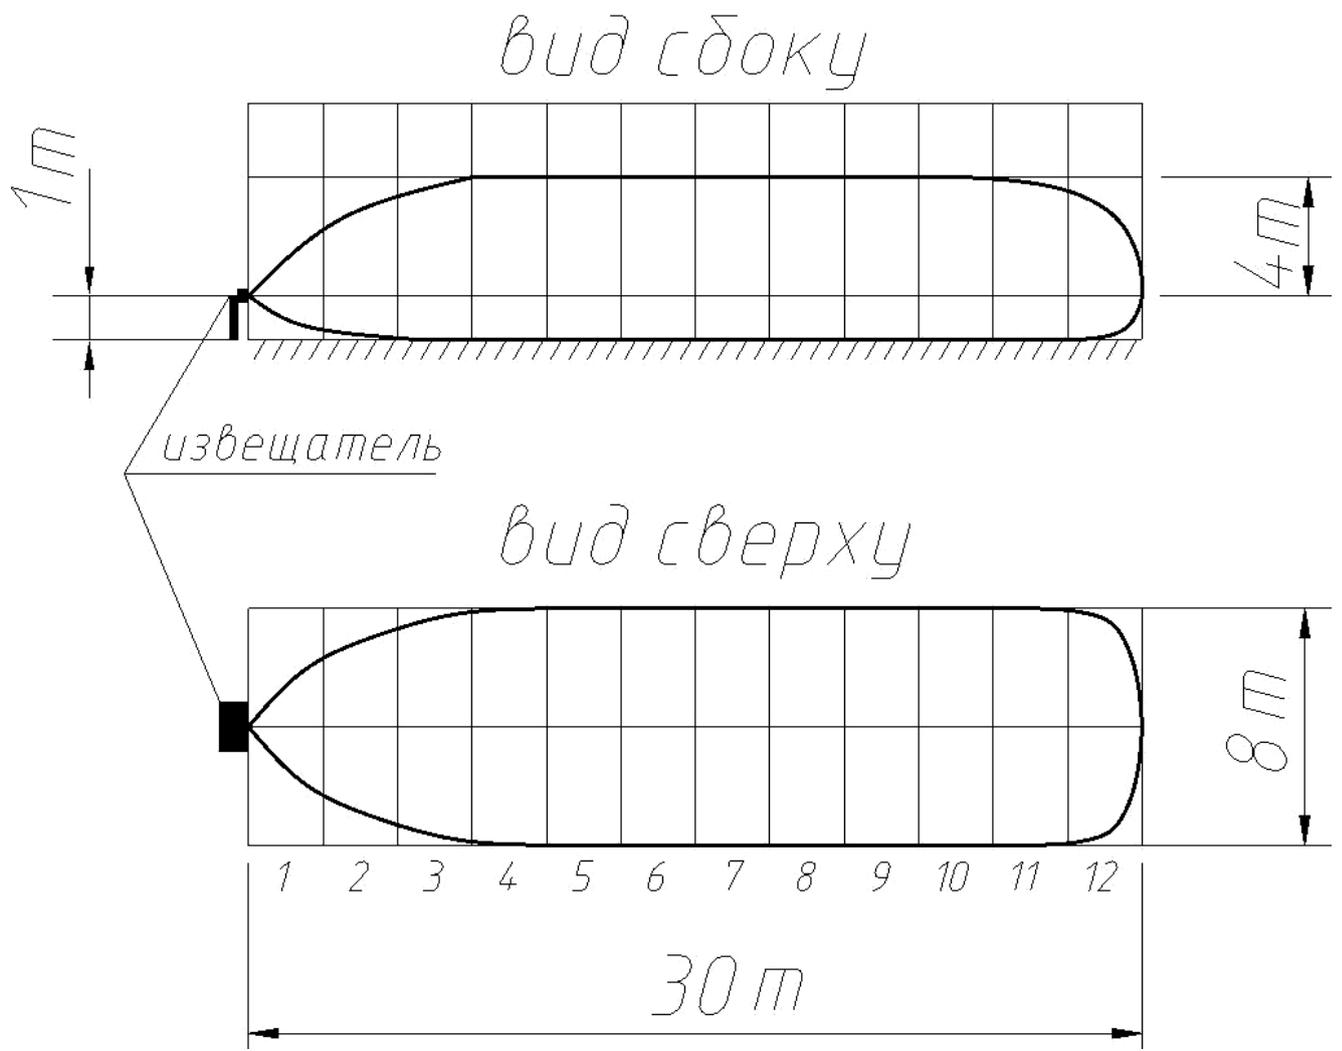

Рисунок 8.1 - Положение подзон в зоне обнаружения.
8.1.4 Ограничение длины (протяженности) ЗО или формирование «санкционированных проходов», производится отключением соответствующих подзон (см. рисунок 8.1).